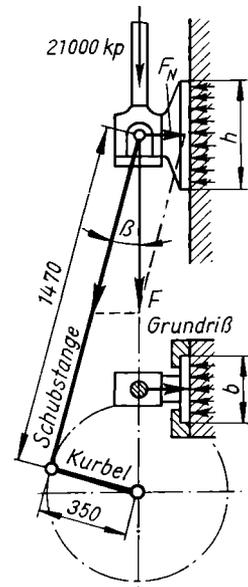

Bild 29
54. Das skizzierte Kurbelgetriebe (Bild 29) einer stehenden Schiffsmaschine wird durch die Kolbenstangenkraft mit 21000 kp belastet. **a)** Welche größte Normdruckkraft F_N übt der Kreuzkopf auf die Gleitbahn aus? **b)** Welche Maße h und b muß die rechteckige Auflagefläche des Kreuzkopf-Gleitschuhs erhalten, wenn die Flächenpressung 4 kp/m^2 betragen darf und das Verhältnis der Rechteckseiten $b : h = 3 : 5$ sein soll?
Lösung: Die Kolbenkraft F zerlegt sich am Kreuzkopfzapfen in die schräge Schubstangenkraft und die Normdruckkraft F_N . Aus dem Kräfte-dreieck (Bild 29) ergibt sich $F_N = F \tan \beta$. Der Ausschlagwinkel β wird am größten, wenn die Schubstange